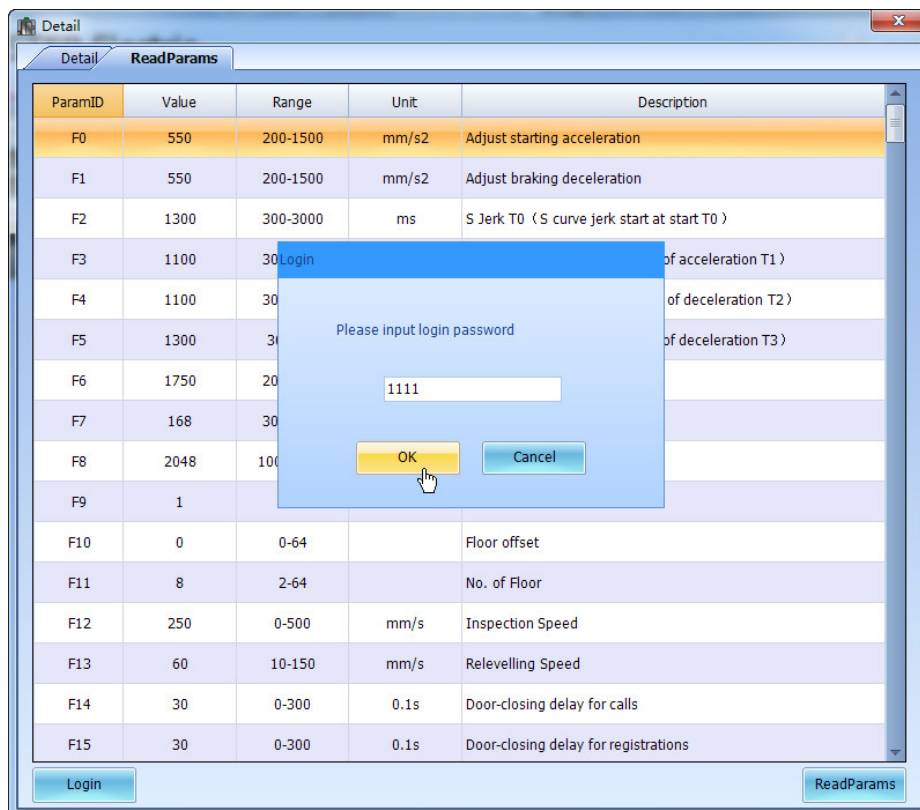

Fig. 4.4.24
- 엘리베이터 한대당 한번의 비밀번호 로그인으로 모든 파라미터를 수정 할 수 있다. 비밀번호 로그인 인터페이스는 Fig 4.4.24 참조.